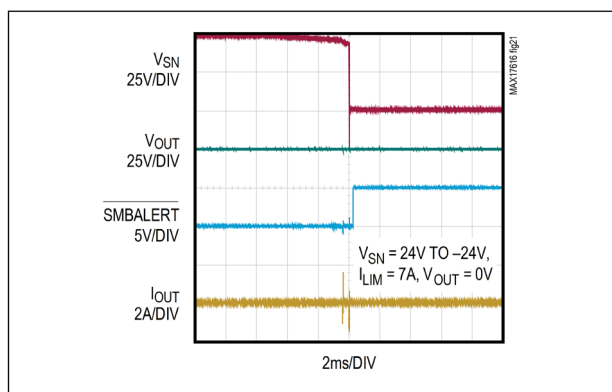
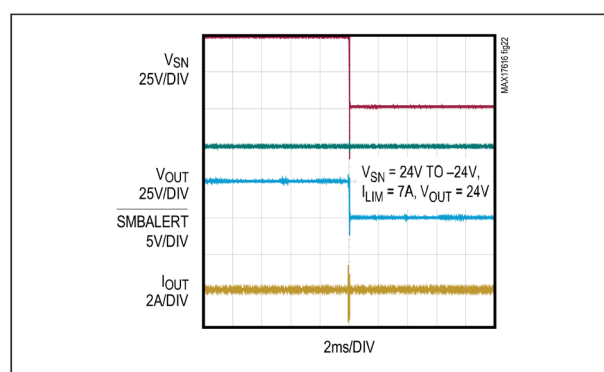

図 21. $V_{OUT} = 0V$ および $V_{SN} = -24V$ での入力逆極性保護
図 22. $V_{OUT} = +24V$ および $V_{SN} = -24V$ での入力逆極性保護
逆極性電圧保護の能力は、動作中の負荷バス電圧 (V_{OUT}) と外付け nFET の電圧ブロック能力に依存します。例えば、 $V_{OUT} = 30V$ で $-55V$ の入力電圧まで保護する場合、定格 85V の外付け nFET が必要となります。デバイスは、ゲート・ドライブ (GN) に 6.5V (代表値) を供給します。図 21 に、 $V_{OUT} = 0V$ および $V_{SN} = -24V$ での MAX17616 の逆極性保護を示します。図 22 に、 $V_{OUT} = +24V$ および $V_{SN} = -24V$ での MAX17616 の逆極性保護を示します。